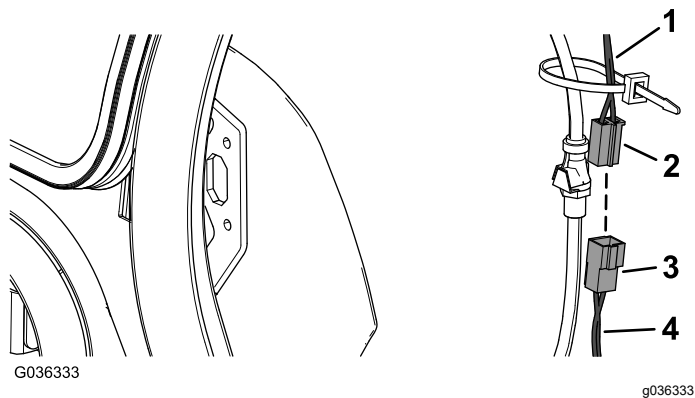

Figure 9
1. Branchez le connecteur mâle du faisceau du kit au connecteur femelle du faisceau de la cabine (Figure 9).